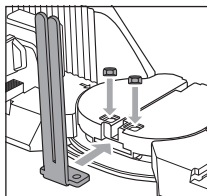

Fig. 2
- ◆ Introduzca la primera barra guía **7** en un alojamiento y monte primero solo una tuerca de fijación **10** con la cara plana orientada hacia el alojamiento (consulte la fig. 2).